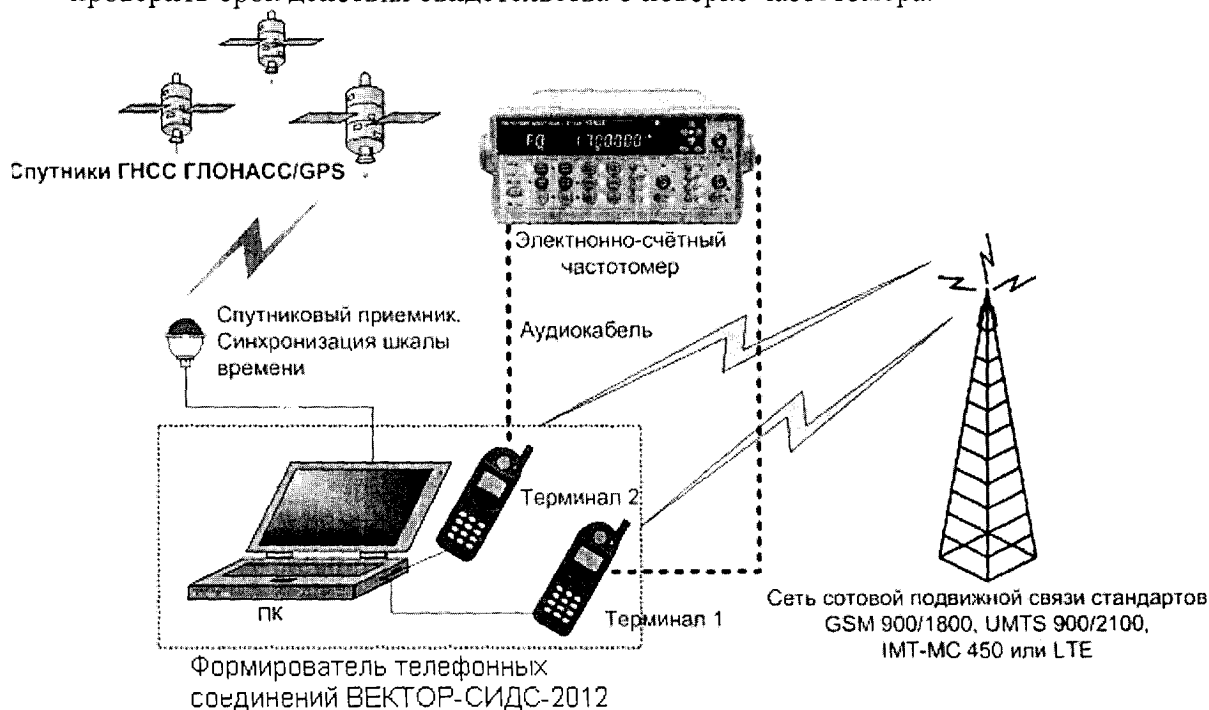

Рисунок 1
- собрать схему поверки (рисунок 1);